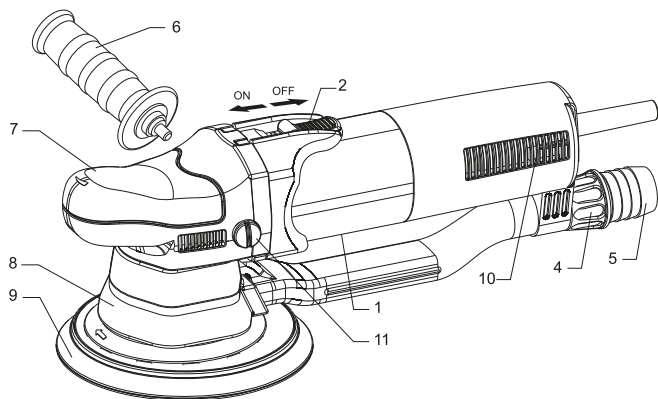

Fig. 1
1. Svitare con la chiave (12) la vite di fissaggio del platorello (13) nel senso indicato dalla freccia riportata sulla cuffia antipolvere (8);
2. appoggiare il platorello (9) con la vite (13) al centro (fig. 1);